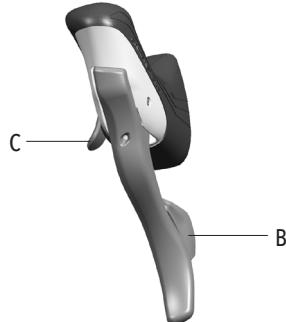

図13
- ・左側エルゴパワーのレバーB（図13）はフロント・ディレイラーを動作させ、チェーンをアウター・チェーンリングに移動させます。
- ・レバーC（図13）はフロント・ディレイラーを動作させ、チェーンをインナーチェーンリングに移動させます。